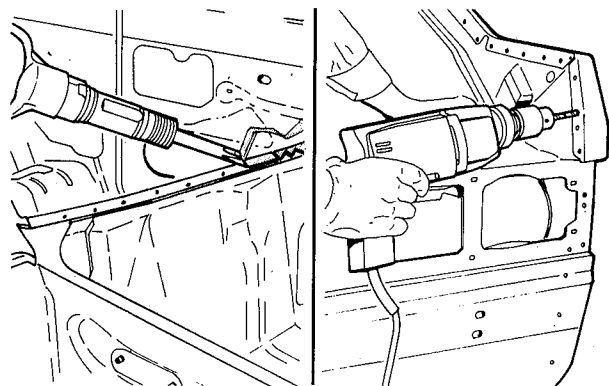

fig. 14
2. Remover as abas do painel, remanescentes; nos painéis sobrepostos, perfurar os pontos de solda (fig. 14)